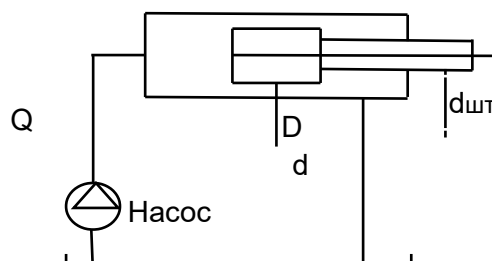

Рисунок 2 - Данные для решения задачи раздела 3
**Задача.** Определить скорость движения жидкости в подводящей линии и скорость поршня (рисунок 2), если известны: диаметр трубопровода  $d$ ; диаметр поршня  $D$ ; подача насоса  $Q$ . Потери напора в местных сопротивлениях не учитывать. Данные для расчёта приведены в таблице 3.